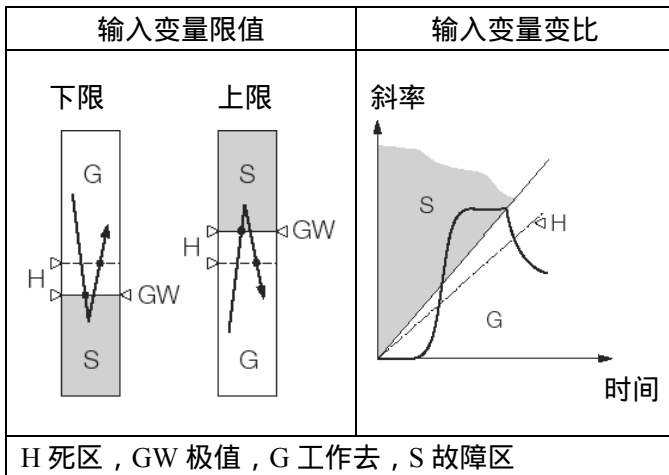

图 6. 根据限值监控的开关功能。
- 测量变量下限值(见图.6，左侧)
- 测量变量上限值(见图.6，左侧)
(见图.6，右侧)